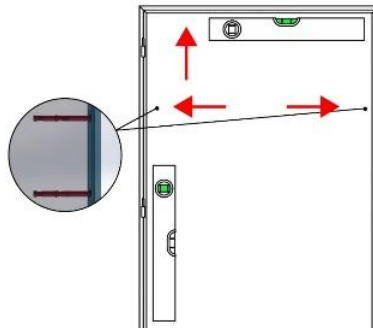

Figure 2.
6. Protégez le cadre contre le déplacement en le prémontant en trois points (préparé en usine), à l'aide de vis et de chevilles, ou à l'aide de cales (Figure 2). **Remarque** : Avant d'installer les vis entre le mur et le cadre, installez des entretoises pour protéger le profil du cadre de la flexion lors de la fixation des vis au mur.